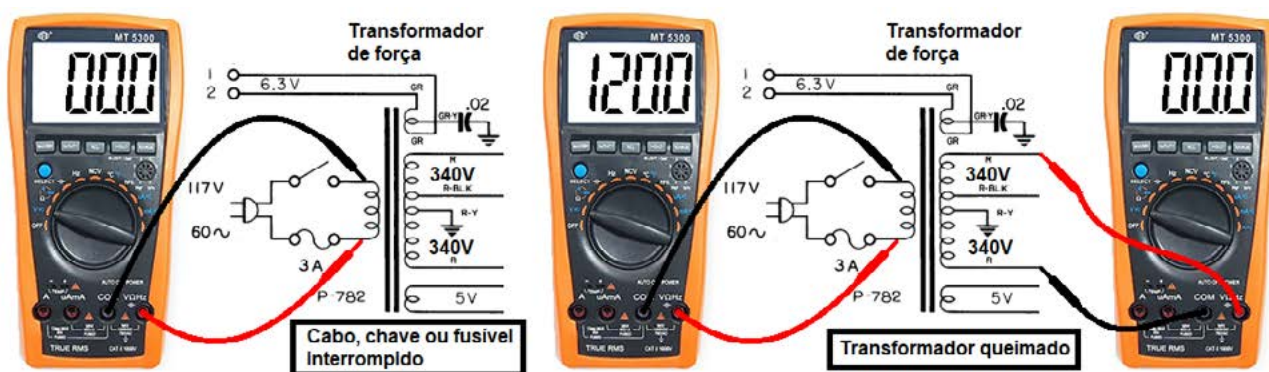

Figura 2
2. Não liga – transformador queimado ou sem alimentação – Medimos a tensão no primário do transformador de força e devemos encontrar entre 110 e 220 VAC, dependendo da rede onde for ligado. Se não houver tensão devemos testar cabo de força, fusível chave liga/desliga e conexões entre o cabo e a entrada do transformador. Se houver tensão na entrada medimos a tensão nos terminais do enrolamento de alta tensão usado para alimentar as placas e grades de blindagem das válvulas. Este enrolamento tem tensão entre 400 e 800 VAC de ponta a ponta. Os demais enrolamentos são de baixa tensão para os filamentos (5 a 12 V). A falta de tensão em qualquer enrolamento indica que o transformador está queimado. Veja o teste na figura 2.